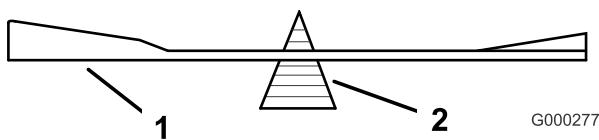
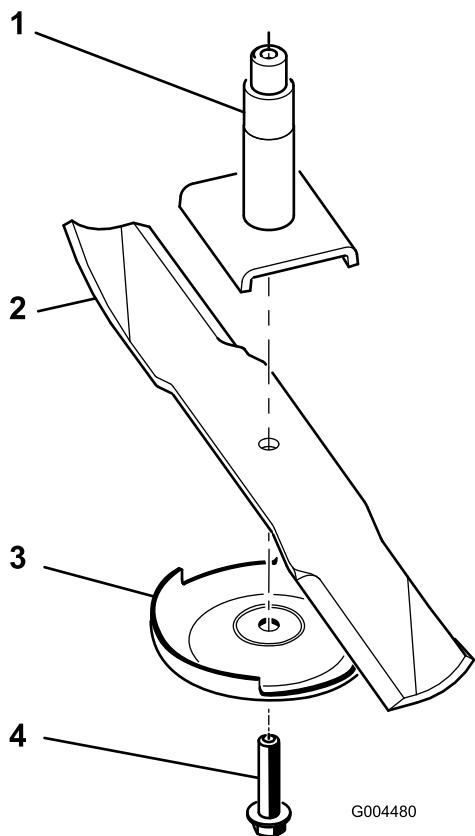

Figure 74
Figure 75
- Enlevez le boulon, la plaque anti-scalp et la lame de l'axe de pivot (Figure 75).
- Vérifiez l'équilibre de la lame en la plaçant sur un équilibrEUR (Figure 74). Si la lame reste horizontale, elle est équilibrée et peut être utilisée. Si la lame est déséquilibrée, limez un peu l'extrémité de la partie relevée seulement (Figure 75). Répétez cette procédure jusqu'à ce que la lame soit équilibrée.
1. Placez la lame sur l'axe (Figure 75).
2. Montez la plaque anti-scalp et le boulon de lame (Figure 75).